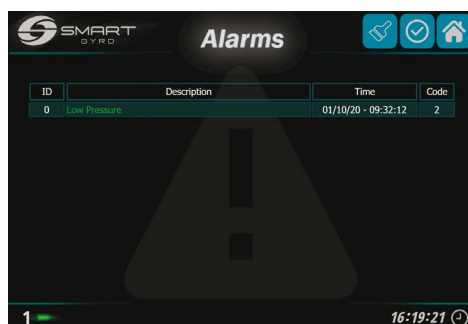

Figure 32
Les alarmes qui ne sont plus présentes dans le système peuvent être retirées de la liste (figure 32), en appuyant sur l'icône du symbole de pinceau (figure 29, (3)).